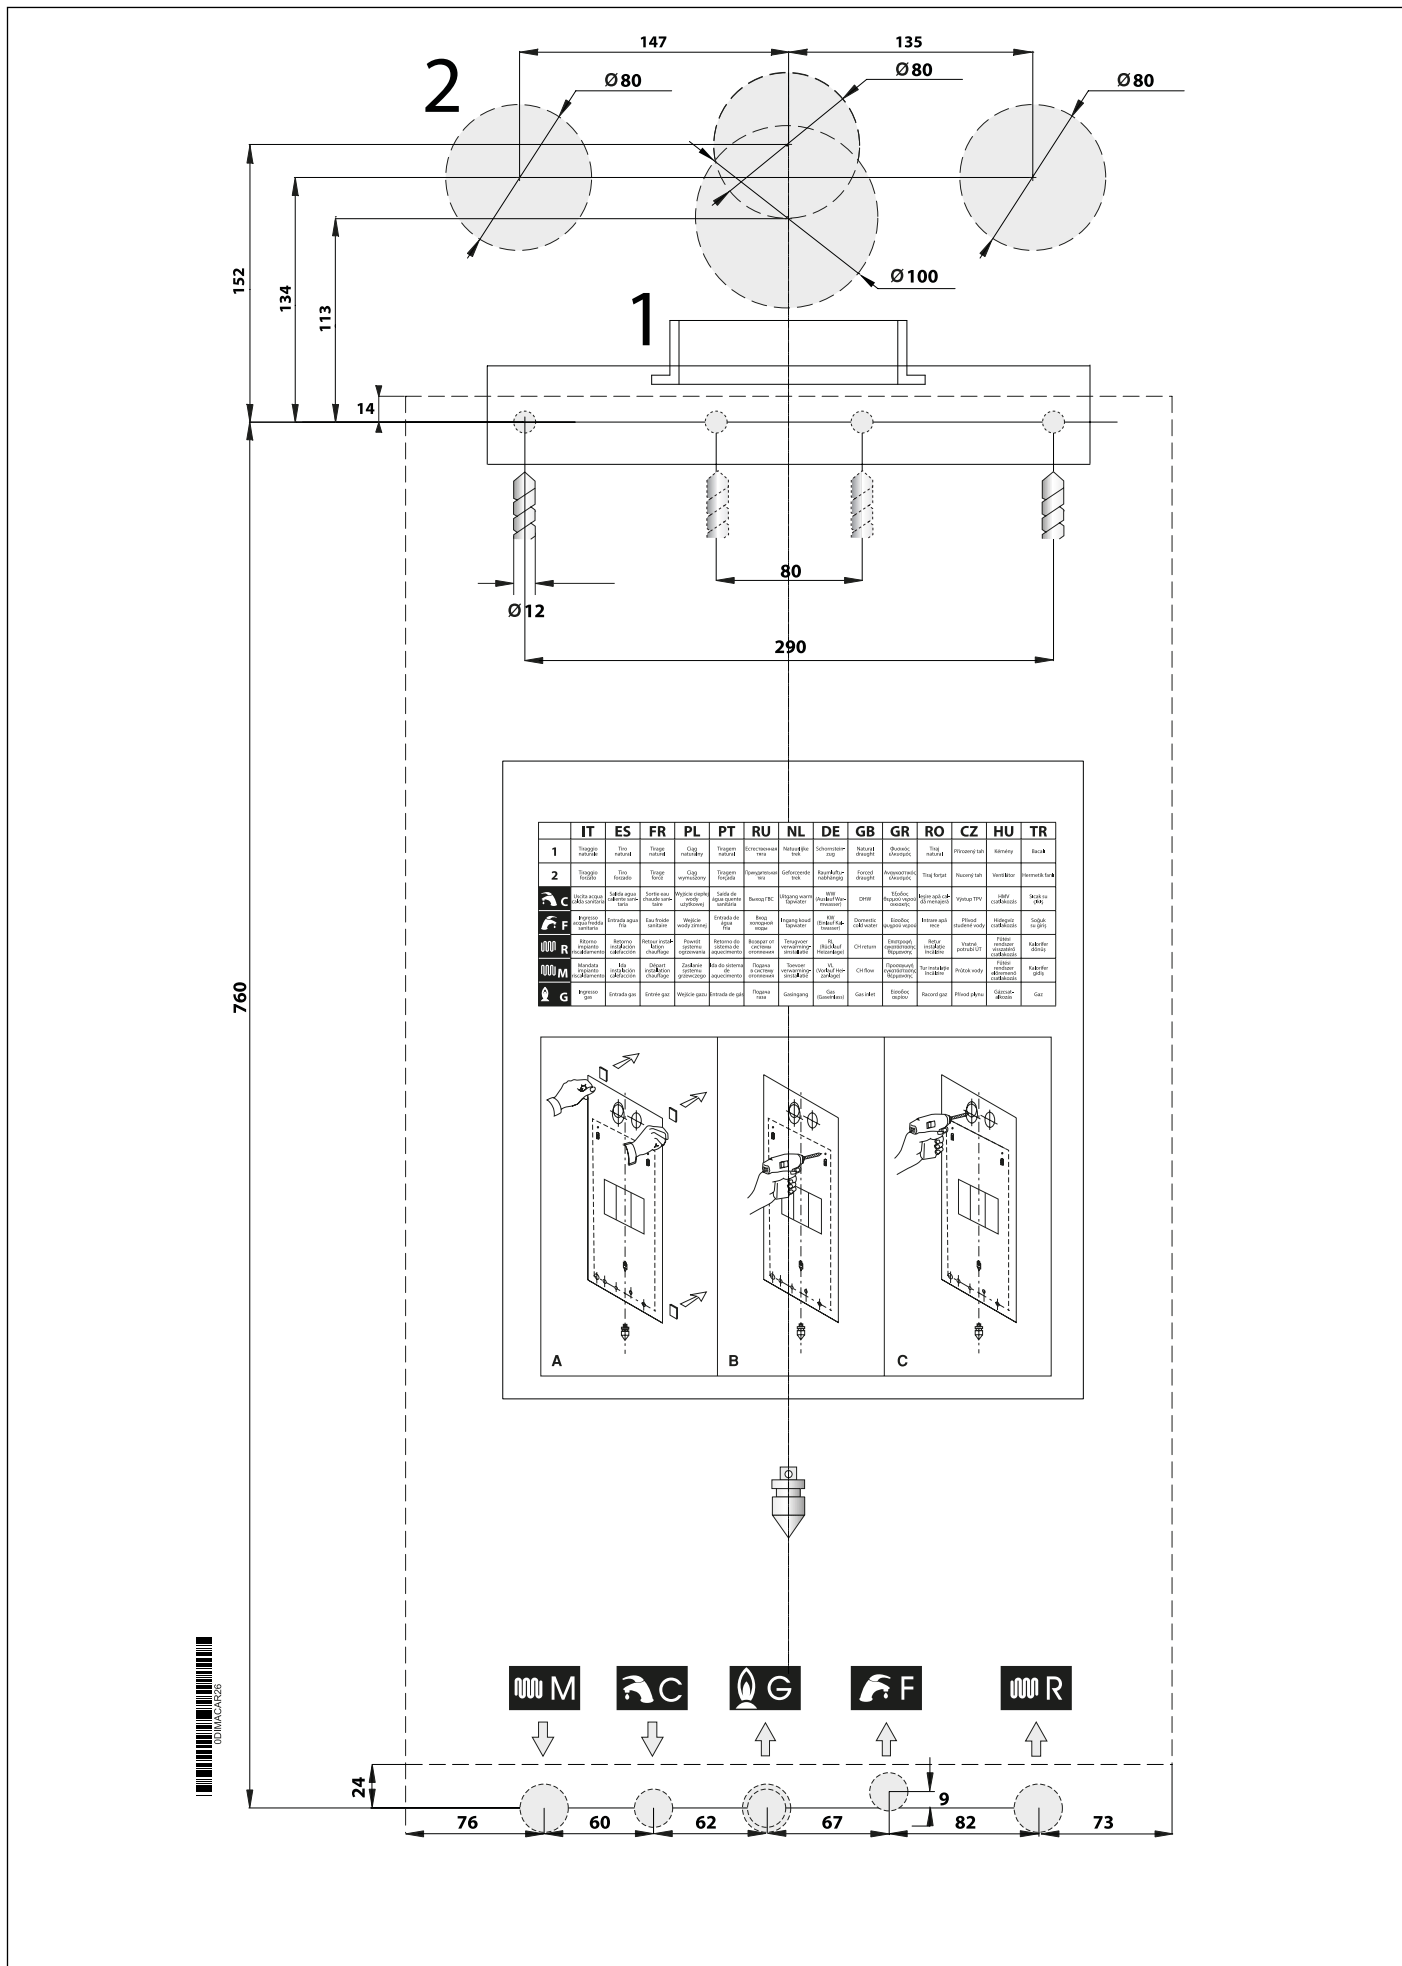

Abb. 3 Montageschablone
- » Montageschablone für die Wandbefestigung des Kessels (siehe Abb. 3 Montageschablone).
Im Lieferumfang der Gastherme ist eine Montageschablone enthalten (siehe Abb. 3 Montageschablone).